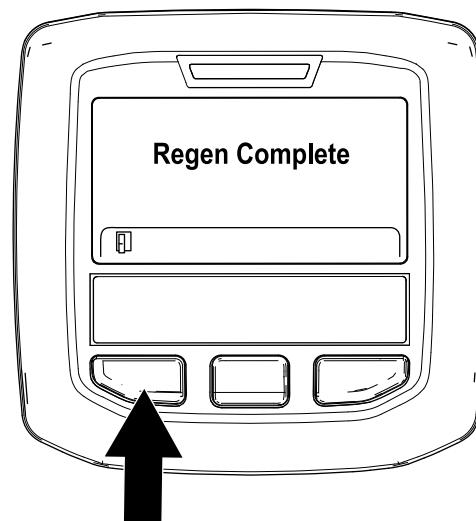

Figura 35
9. A regeneração em estacionamento está concluída quando a mensagem “Regen Complete” (Regen. completa) surge no InfoCenter. Prima o botão esquerdo para sair para o ecrã inicial (Figura 35).